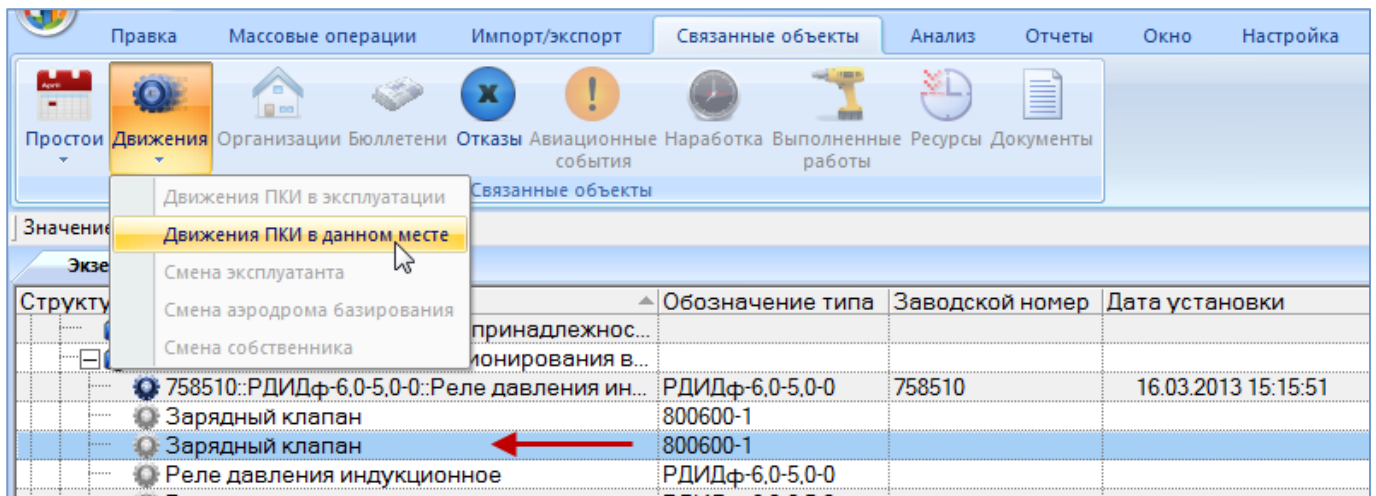

Рис. 13-136 – Открытие окна движений ПКИ в данном месте
3) Нажать кнопку «Движения» панели «Связанные объекты» и из раскрывшегося списка выбрать пункт «Движения ПКИ в данном месте» (рис. 13-136).